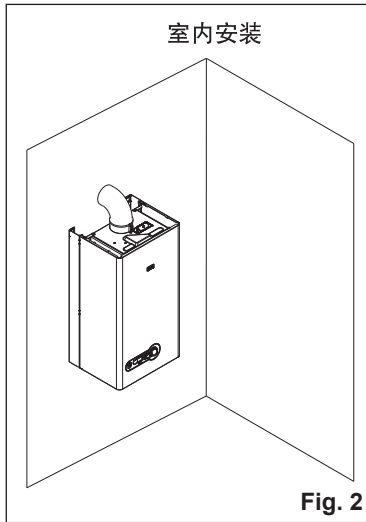
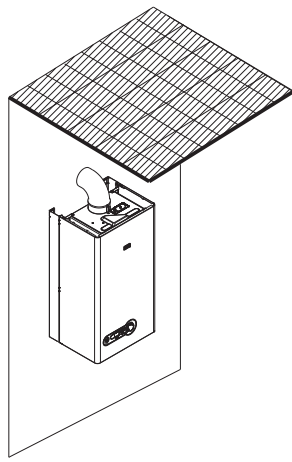

Fig. 2
Fig. 3
- START KIS 锅炉可以安装在室内 (Fig.2) 或有防护设置的室外空间 (Fig.3)，锅炉不得直接裸露于室外安装。